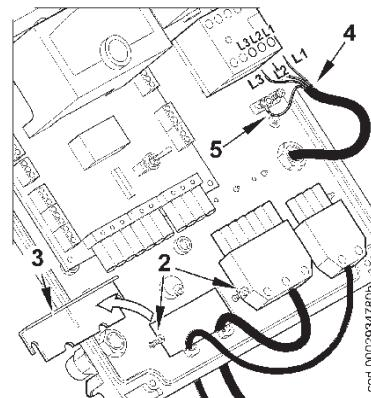

Рисунок 2
2) Ослабьте винты (2), а после снятия пластиинки кабельного зажима (3), пропустите через отверстие два разъёма 7- и 4-штырьковый (см. рис. 2). Соедините питающие кабели (4) к дистанционному выключателю, закрепите провод земли (5), а после этого затяните зажим.